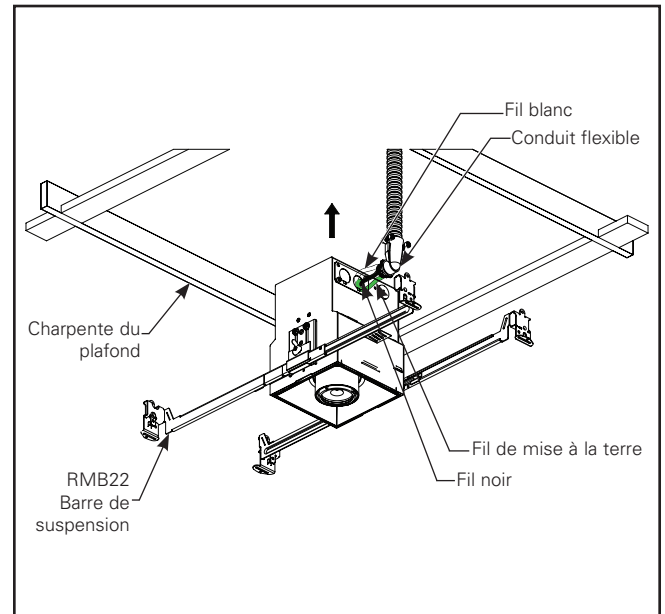

Figure 1.3.
3. Connectez le câble d'alimentation/conduit flexible du luminaire aux câbles de la source d'alimentation du plafond. (figure 1.3)